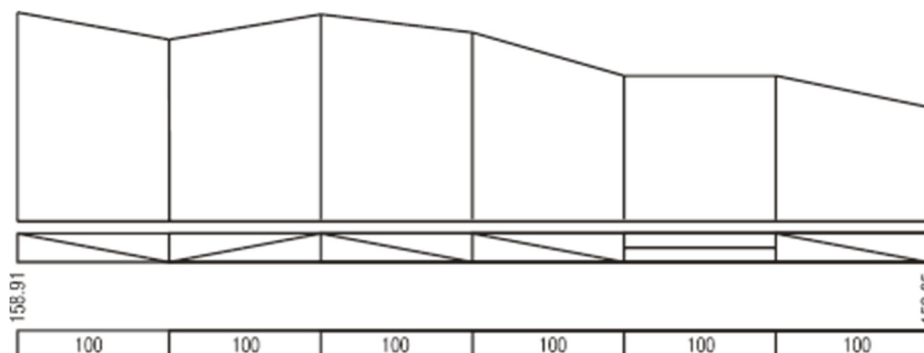

Рисунок 5 – Продольный профиль пути
1. Наиболее точный способ – по геодезическим отметкам крайних точек пути (отрезка пути) (рисунок 5).